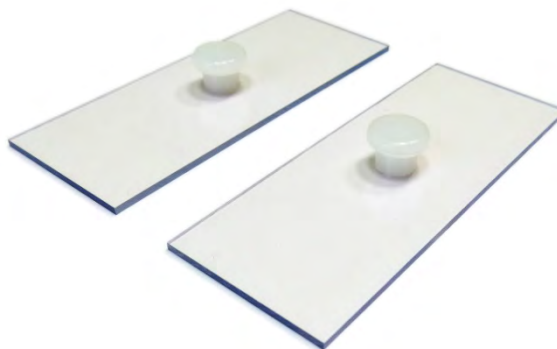

Рис.3. Заглушки на гнезда охладителя
3. В случае охлаждения одной или двух сетчатых бюкс, свободные гнезда необходимо закрыть специальными заглушками (рис.3).